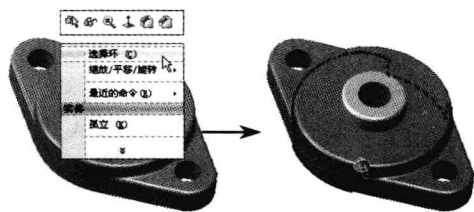

图 1-14 “选择环”操作
- 选择环:右键单击当前选中的对象,在弹出的快捷菜单中选择“选择环”菜单项,可选择与当前对象边线相连的环组,如图 1-14 所示。